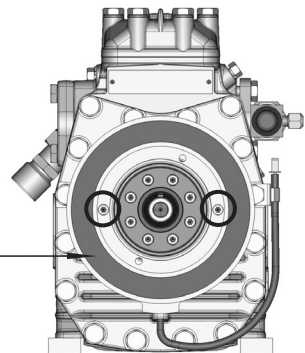

Fig. 8
- Pour le montage, pousser le champ magnétique sur l'ajustement fin puis fixer au moyen de 2 vis à tête cylindrique M6 x 16 (voir fig. 8). Couple de serrage des vis = 15 Nm.